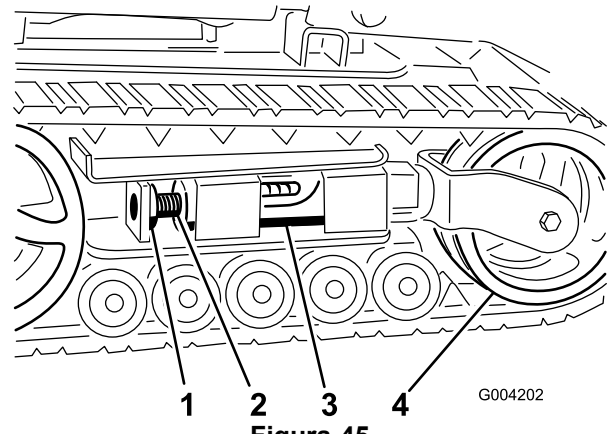

Figura 45
5. Alinee la muesca más próxima del tornillo tensor con el taladro del perno de bloqueo, y fije el tornillo con el perno de bloqueo y la tuerca (Figura 45).
3. Retire el perno de bloqueo y la tuerca (Figura 45).
4. Usando una llave de tubo de 13 mm, alivie la tensión en la oruga girando el tornillo tensor en sentido horario (Figura 45 y Figura 46).
4. Usando una llave de tubo de 13 mm, alivie la tensión en la oruga girando el tornillo tensor en sentido horario (Figura 45 y Figura 47).